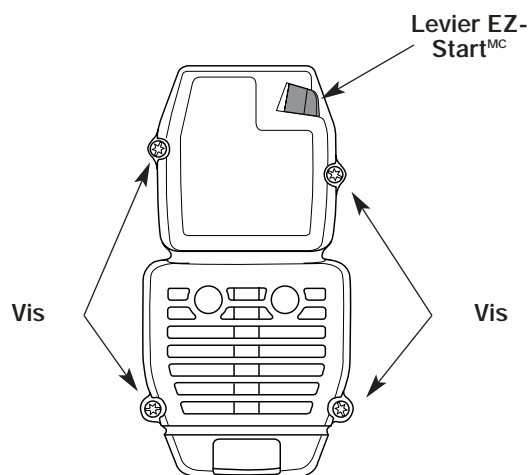

Fig. 34
1. Retirez les quatre vis retenant le couvercle (Fig. 34). Servez-vous d'un tournevis à lame plate ou à mèche T20 Torx.
2. Insérez les quatre vis dans les trous du couvercle (Fig. 34) et vissez. Évitez de trop serrer.